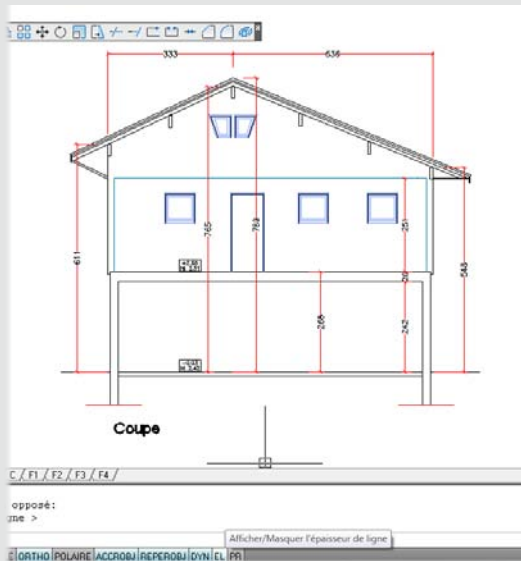

Figure 6
3. Observez maintenant l'effet sur le dessin lorsque le mode EL est inactif (voir Figure 6). La même coupe que nous avons vue précédemment perd automatiquement toutes ces épaisseurs. Les lignes, de couleurs différentes, deviennent toutes de la même épaisseur.